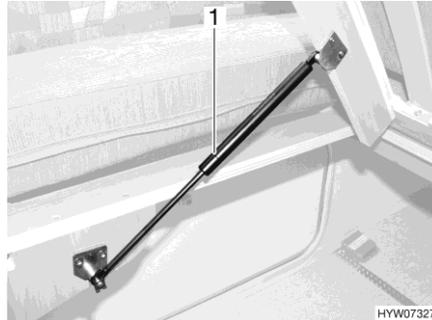

Fig. 76 Letto fisso
- Sollevare il telaio portamaterasso. Le molle a gas (Fig. 76,1) mantengono il telaio portamaterasso in posizione di apertura.